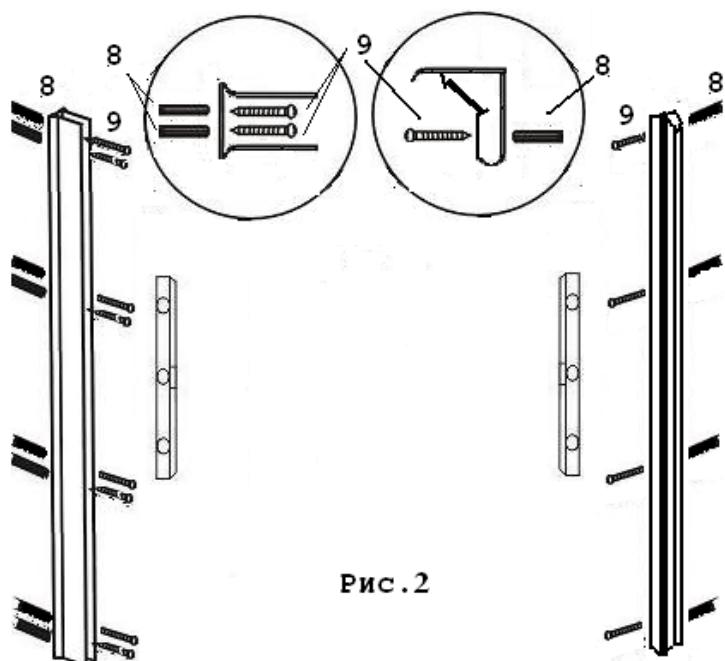

Рис.2
1. Снимите пристенный профиль /1/ с петли /2/, установленной на стекле душевого ограждения /4/. С помощью уровня и карандаша отметьте места крепления пристенного профиля /1/ к стене. Просверлите отверстия в стене, установите дюбели /8/. С помощью саморезов 4*50 /9/ прикрепите пристенный профиль /1/ к стене (рис.2).
2. К противоположной стене приложите вертикальный профиль с магнитом /3/, магнитом наружу (рис. 2а). С помощью уровня и карандаша отметьте места крепления вертикального профиля с магнитом /3/ к стене. Просверлите отверстия в стене, установите дюбели /8/. С помощью саморезов 4*50 /9/ прикрепите вертикальный профиль /3/ к стене (рис.2). Места соединения профилей со стеной обработайте санитарным герметиком.